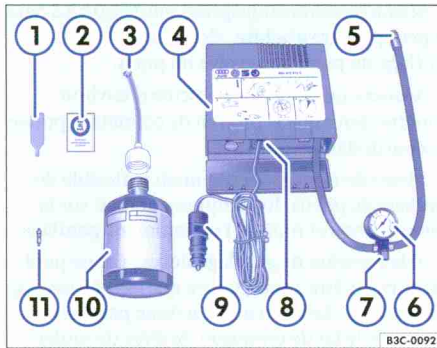

Fig. 196 Schéma de principe : éléments du kit de crevaison.
Le kit de crevaison se trouve dans le coffre à bagages, sous le revêtement de plancher. Il se compose des éléments suivants ⇒ fig. 196 :
- Collez l'autocollant ⇒ fig. 196 ② du kit crevaison dans le champ de vision du conducteur sur le tableau de bord.
- Dévissez l'obus de valve de la valve du pneu à l'aide de l'extracteur d'obus ⇒ fig. 196 ① et placez-le sur un support propre. ◀
- Secouez plusieurs fois énergiquement la bouteille de produit de colmatage des pneus ⇒ page 327, fig. 196 ⑩.
- Vissez fermement le flexible de remplissage ⇒ page 327, fig. 196 ③ sur la bouteille de produit de colmatage des pneus. Le film situé sur le bouchon est alors automatiquement percé.
- Retirez le bouchon du flexible de remplissage ⇒ page 327, fig. 196 ③ et enfoncez l'extrémité libre du flexible de remplissage sur la valve.
- Revissez l'obus de valve dans la valve du pneu à l'aide de l'extracteur d'obus ⇒ page 327, fig. 196 ①.
- Vissez fermement le flexible de gonflage du pneu ⇒ page 327, fig. 196 ⑤ du compresseur d'air sur la valve du pneu.
- Veillez à ce que la vis de décharge de pression d'air ⇒ page 327, fig. 196 ⑦ soit fermée.
- Branchez la fiche électrique ⇒ page 327, fig. 196 ⑨ dans une prise de courant 12 volts du véhicule ⇒ page 165.
- Mettez en marche le compresseur d'air à l'aide de l'interrupteur MARCHE/ARRÊT ⇒ page 327, fig. 196 ⑧.
- Faites fonctionner le compresseur d'air jusqu'à l'obtention d'une pression de 2,0 à 2,5 bars ⇒ ⚠. **Durée maximale de fonctionnement de 8 minutes** ⇒ ①.
Raccordez à nouveau le flexible de gonflage du pneu ⇒ page 327, fig. 196 ⑤ et consultez la pression indiquée sur le manomètre ⑥.